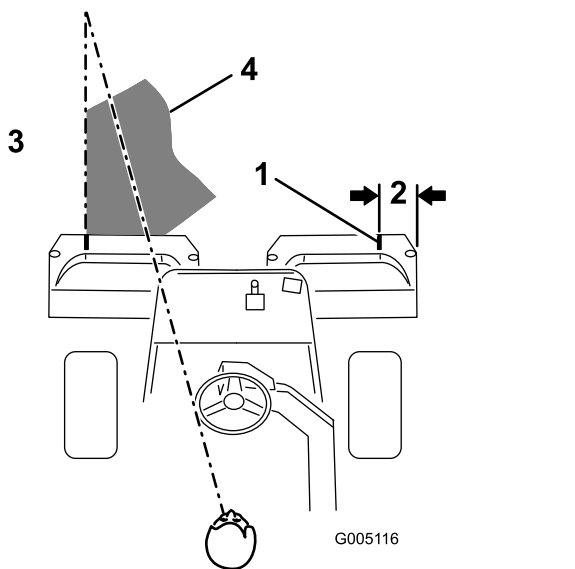

Figure 31
**Remarque:** Pour vous aider à traverser le green en ligne droite et à maintenir la machine à égale distance du bord de la passe précédente, imaginez une ligne de vision imaginaire à environ 1,8 à 3 m en avant de la machine jusqu'au bord de la partie non coupée du green (Figure 31). Faites passer la ligne de vision par le bord extérieur du volant, c.-à-d. de maintenir le bord du volant aligné sur un point se trouvant toujours à la même distance par rapport à l'avant de la machine.